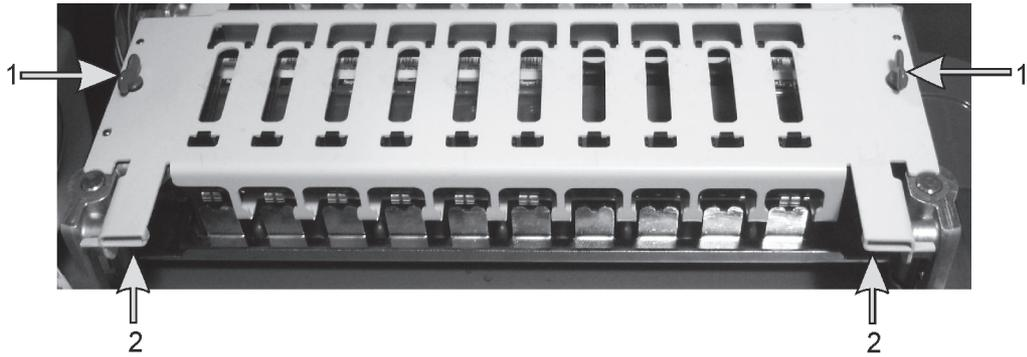

Figure 129 : plaque supérieure BOND-MAX montrant les fixations quart de tour (1) et les pivots (2)
2. Ouvrez la plaque supérieure en appuyant sur la plaque supérieure et en faisant pivoter les fixations quart de tour de couleur bleue à chaque extrémité (éléments 1, Figure 128 et Figure 129) d'un quart de tour dans le sens inverse des aiguilles d'une montre. Basculez la
3. Pour retirer complètement la plaque supérieure (non nécessaire pour le nettoyage de routine), tirez sur les fixations à pivot montées sur ressort à chaque extrémité de la plaque (éléments 2 à la Figure 128 et la Figure 129), puis soulevez la plaque pour la sortir de l'ensemble de coloration de lames.